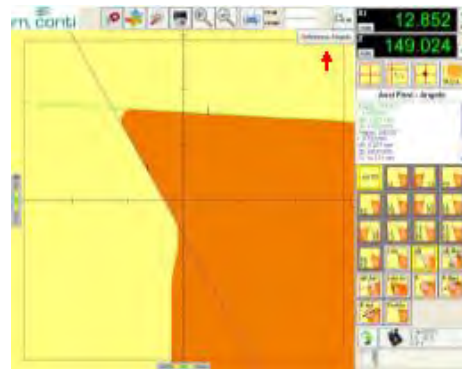
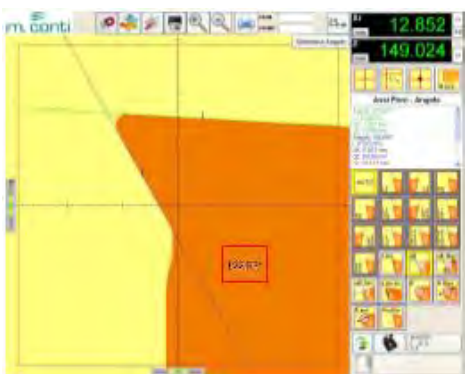

fig. G3
fig. G4
- Pour connaître l'angle compris entre deux lignes, il faut cliquer sur **Seleziona Angolo** (fig. G3) puis cliquer avec la souris sur l'écran, dans la zone située entre les deux lignes qui délimitent l'angle et la valeur s'affiche à l'écran (fig. G4).